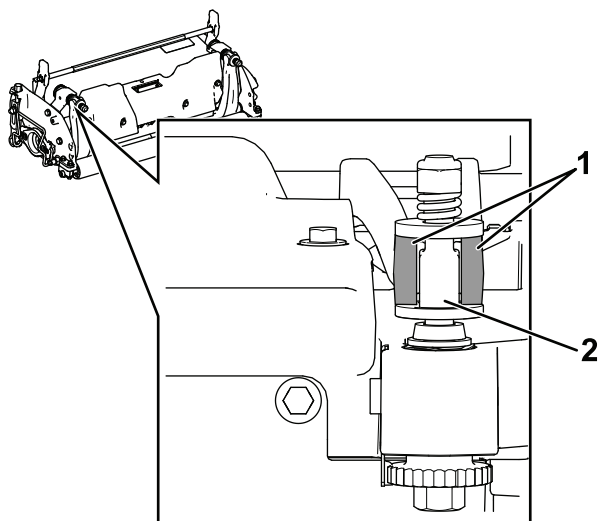

Figura 26
- 1. Instale o conjunto da barra de apoio/lâmina de corte, posicionando as aletas de montagem entre as anilhas e o parafuso de ajuste da barra de apoio (Figura 26).
Importante: Centre os reguladores DPA nas abas da barra de apoio, como se mostra na Figura 26.